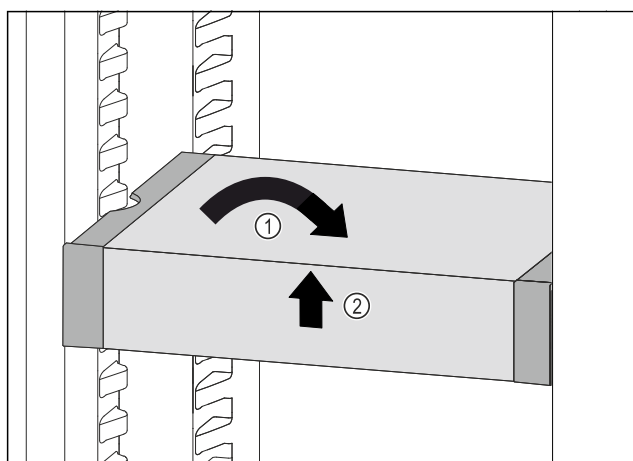

Fig. 107
- Изправете VarioSafe. Fig. 107 (1)
- Повдигнете VarioSafe отпред. Fig. 107 (2)